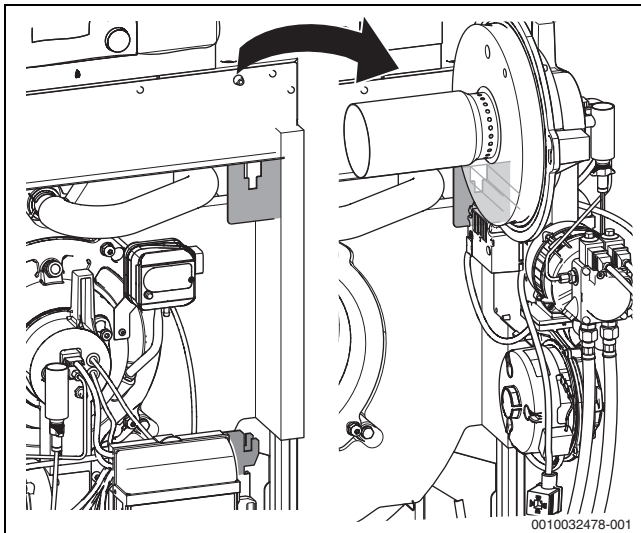

Bild 8 Brenner komplett in Serviceposition
- Brenner komplett herausnehmen und in Serviceposition einhängen (→Bild 8).